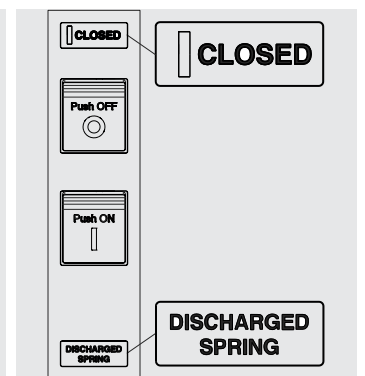

Abbildung 83
3. Leistungsschalter ein mit entspannten Federn (siehe Abbildung 83).